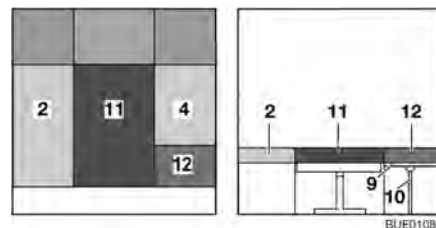

Fig. 91 Después de la transformación
- Colocar el cojín adicional (Fig. 91,11) entre los cojines del asiento (Fig. 91,2 y 4).
- Colocar el cojín adicional (Fig. 91,12) sobre la prolongación del armazón de cama (Fig. 91,9).